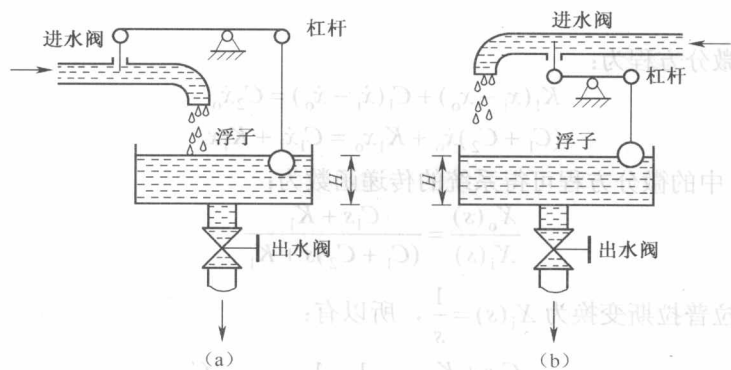

图 1-5
【1-2】(武汉科技大学 2008 年硕士研究生入学考试试题) 两种液面自动控制系统如图 1-5 所示。
(1) 图 1-5 (a) 能够实现液面的自动控制。因为图 1-5 (a) 是负反馈, 液面升高使阀门
关小, 减少进水量, 以维持液面高度; 图 1-5 (b) 是正反馈, 液面升高使阀门开大, 增加进水量, 不能维持液面高度。